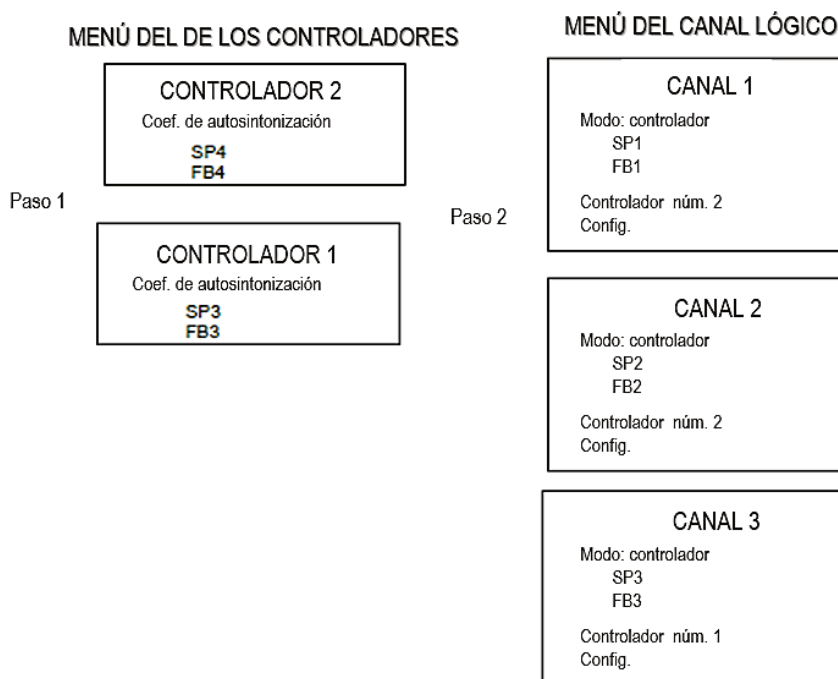

Fig. 7.123. Diagrama de configuración del **controlador** usando el menú del controlador
- a través del menú Controladores en el menú Configuración del dispositivo (ver **Fig. 7.123**),